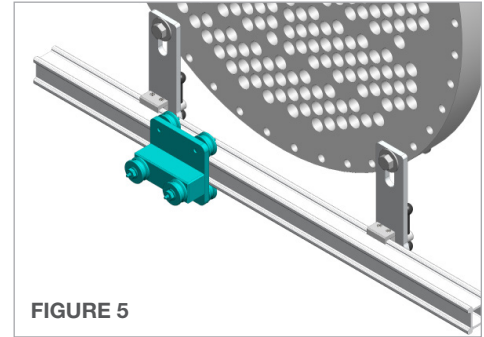

FIGURE 5
5. Glissez le **chariot suiveur** sur le rail inférieur non fendu. **(Figure 5)**